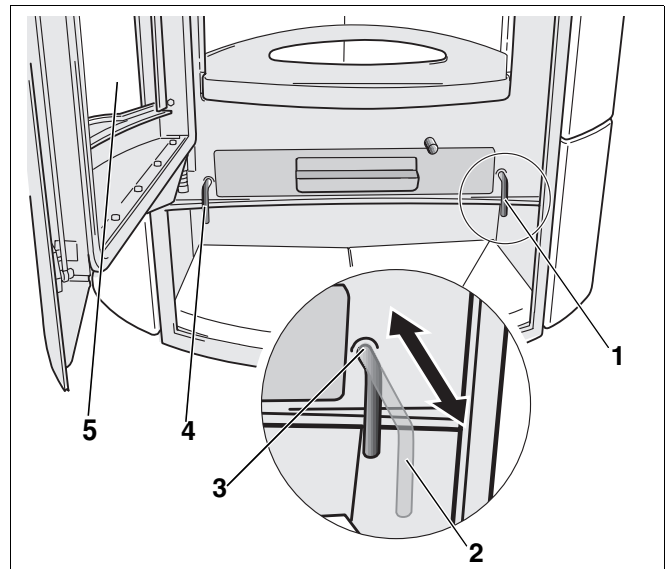

Abb. 19 Primär- und Sekundärluftschieber
Mittels des Primärluftschiebers (Abb. 19, **Pos. 1**) können Sie die Verbrennungsluft (Primärluft) von unten über den Aschekasten und den Rost zum Brennstoff regulieren.
Mittels des Sekundärluftschiebers (Abb. 19, **Pos. 4**) regulieren Sie die Sekundärluftzufuhr, was besonders wichtig zum Spülen der Sichtfensterscheibe (Abb. 19, **Pos. 5**) ist und zu einer optimalen Verbrennung führt.
- Öffnen Sie die Primärluftzufuhr ganz (Primärluftzufuhr „auf“) (Abb. 19, **Pos. 3**).